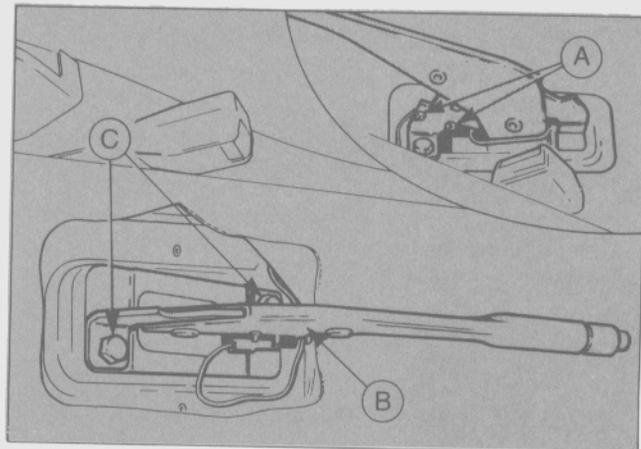

Fig. 64 - Extracción de la palanca del freno de estacionamiento
- Extraer los dos tornillos de sujeción del freno de estacionamiento y retirar con cuidado la palanca por la funda que hay bajo el piso (Fig. 64).